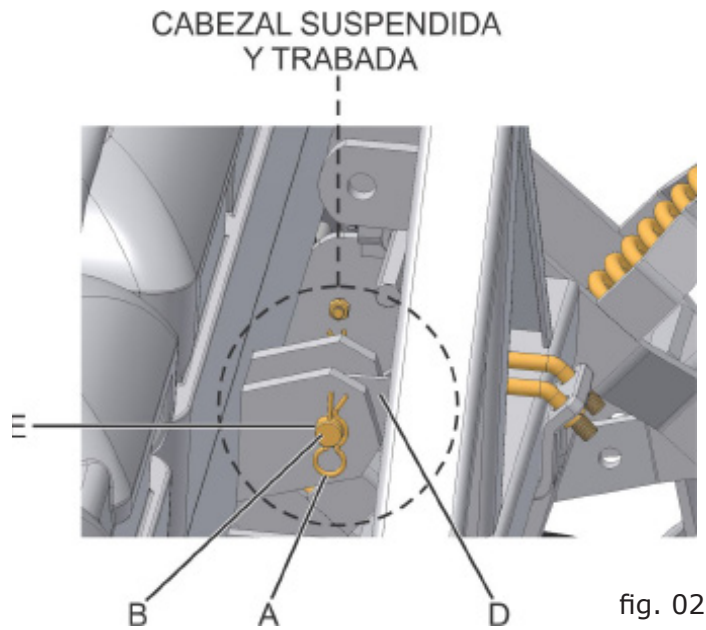

fig. 02
Suspenda el cabezal e introduzca los pasadores (B) (fig. 02) en los agujeros D y E, trabándolos con los pasadores traba tipo "R" (A).